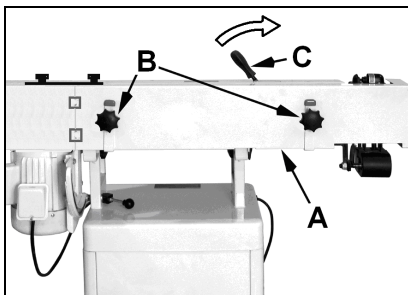

Fig 10
Desserrer les vis moletées (B, Fig 10) et retirer le carter de la bande (A).
Desserrer la manette (A, Fig.10).